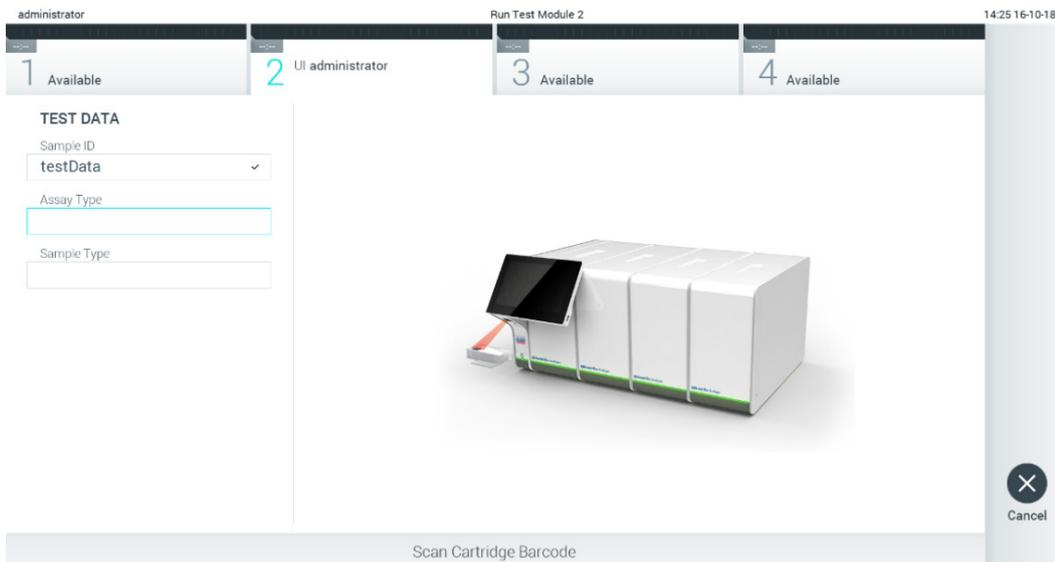

Figura 24. Scansione del codice a barre della cartuccia d'esame QIAstat-Dx.
3. Quando richiesto, eseguire la scansione del codice a barre della cartuccia d'esame QIAstat-Dx da utilizzare. Il QIAstat-Dx Analyzer 1.0 riconosce automaticamente l'esame da eseguire in base al codice a barre della cartuccia d'esame QIAstat-Dx (Figura 24).
**Nota:** se il controllo esterno (EC) è abilitato e un test EC è scaduto o quello eseguito precedentemente per l'esame selezionato non è andato a buon fine sul modulo selezionato, compare un'avvertenza. L'utente deve confermare se vuole proseguire e l'utente di base non può continuare a configurare il test. Per ulteriori informazioni, consultare il capitolo 8.